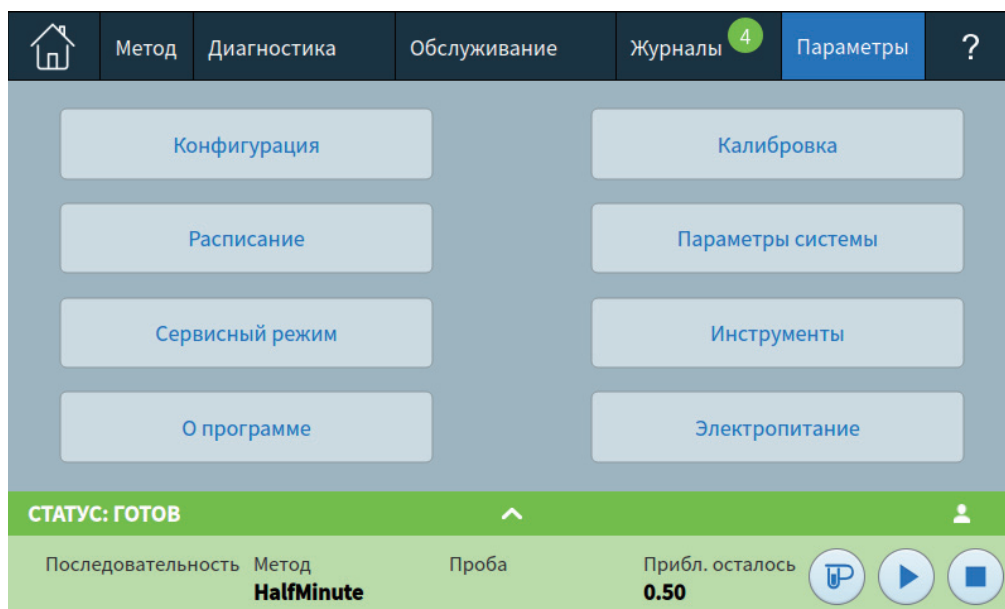

Рис. 52 Представление параметров
- 1 На сенсорном экране нажмите кнопку **Параметры** на ленте элементов управления. Откроется представление параметров. См. Рис. 52.
- 2 Нажмите кнопку **Конфигурация**. Откроется страница конфигурации. См. Рис. 52.
- 1 На сенсорном экране нажмите кнопку **Параметры** на ленте элементов управления. Откроется представление параметров. См. Рис. 52 на стр. 137.
- 3 В списке с левой стороны выберите тип устройств **Краны**. Справа появятся параметры для выбранного типа устройств. См. Рис. 52.